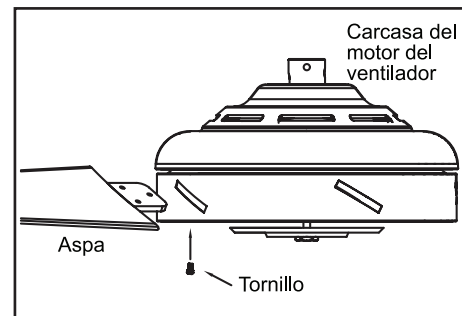

Figura 14
1. Coloca el aspa en la carcasa del motor del ventilador insertando el aspa dentro de la ranura del lateral de la caja del motor del ventilador y sujeta usando los tornillos proporcionados, tal como aparece en la Figura 14. Inserta el tornillo en el soporte. Repite para los otros dos tornillos.